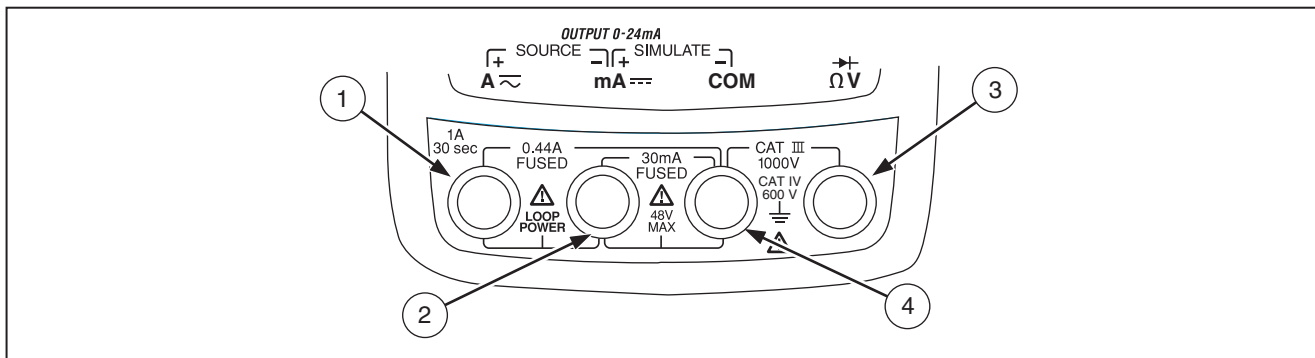

Abbildung 2. Messgerätanschlüsse
- Abbildung 2 und Tabelle 2 beschreiben die Messgerätanschlüsse.